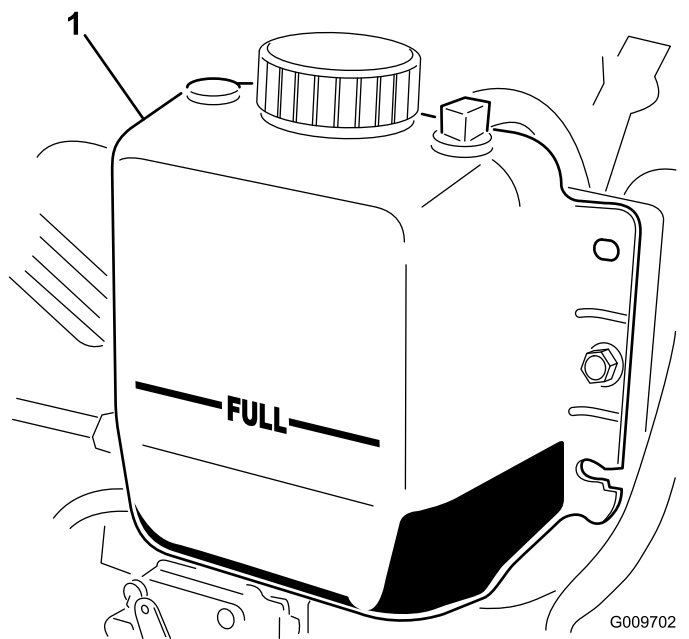

Figure 78
3. Contrôlez le niveau de liquide de refroidissement dans le radiateur. Le radiateur doit être rempli jusqu'en haut du goulot de remplissage et le vase d'expansion jusqu'au repère MAXIMUM (Figure 78).